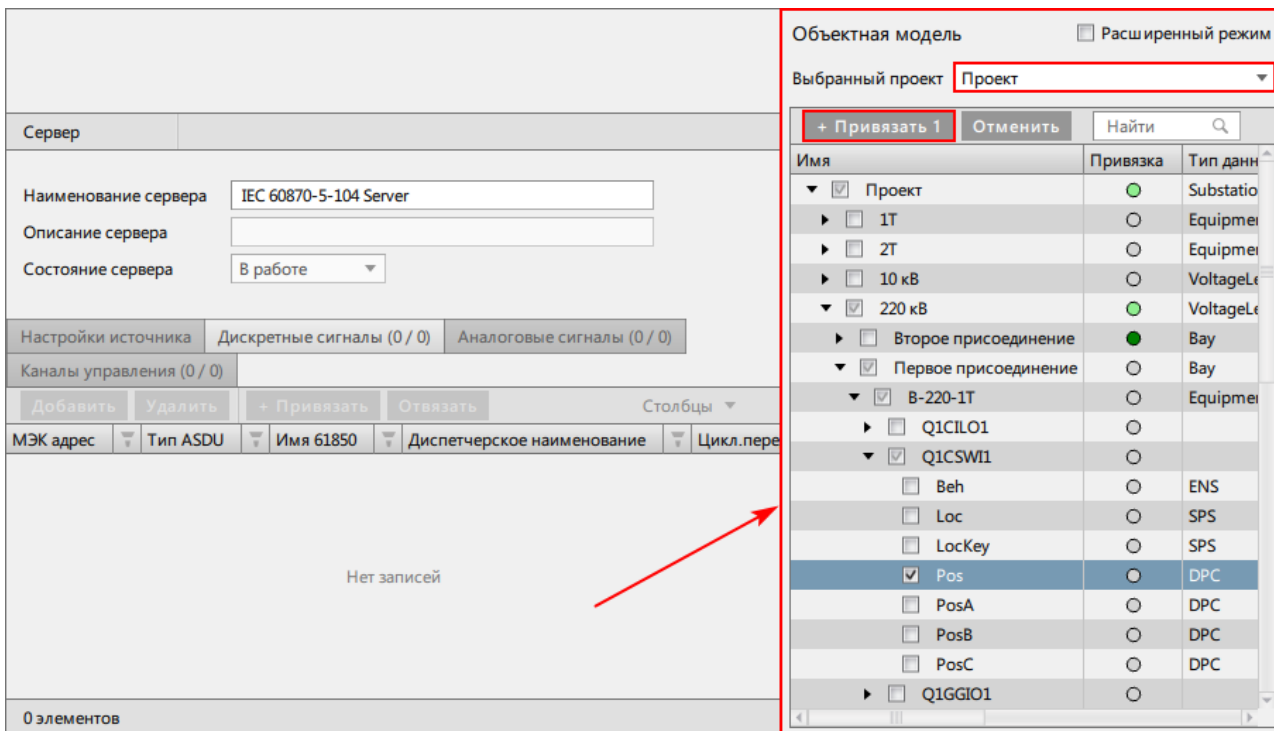

Рисунок 191 - Объектная модель
- Нажмите **+ Привязать** (Рисунок 191).